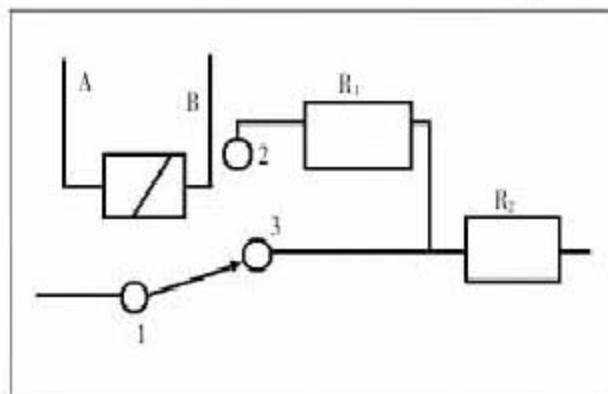

图 2
C).故障程度的确定用加装一个继电器、外加电阻来实现喷油脉冲的补偿。通过一个五脚继电器,如图 2 所示:A、B 端子为线圈接线柱,1 为公共接线端子,1—2 为常开触点,1—3 为常闭触点,1、3 为触点接线端子) 将外电阻接入电路。继电器、电阻连接电路如图 2 所示:断开冷却液温度传感器的电路,用触点 1—3 端子连接、把电阻 R1 连接 2—3 端子之间。为了保证起动后,电路恢复正常,以起动开关(ST 位) 为 A、B 端子信号,控制 A、B 两端子通电。